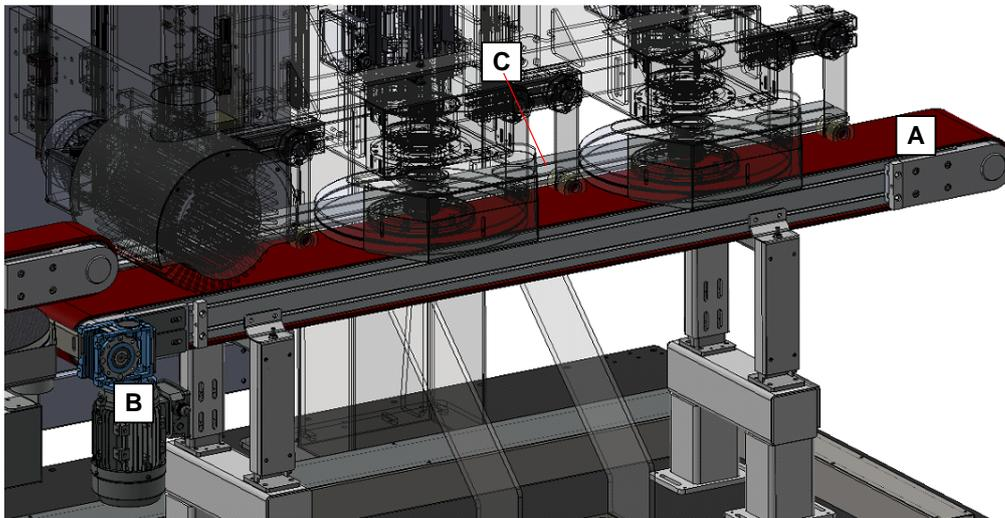

Abb. 2.2.3.1
Mit Bezug auf die Abb. 2.2.3.1 besteht aus einem motorisierten gummierten Teppich (A) mit einem 0,37-kW-Motor (B). Auf der rechten Seite, bezogen auf den Werkstückvorschub, ist eine Längsanschlagführung (C) an der Riementrägerstruktur angebracht, um das "0"-Maß des Werkstücks zu referenzieren.